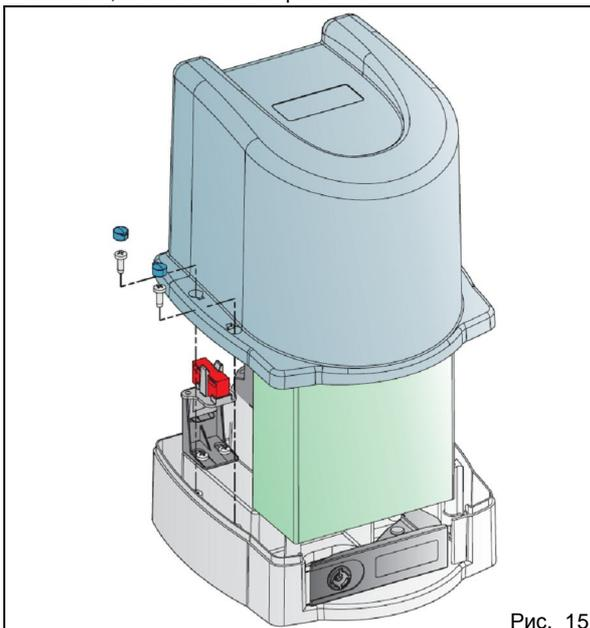

Рис. 15
3. После завершения испытания системы (раздел 5) закрепить защитный кожух привода прилагаемыми винтами, как показано на рис. 15.